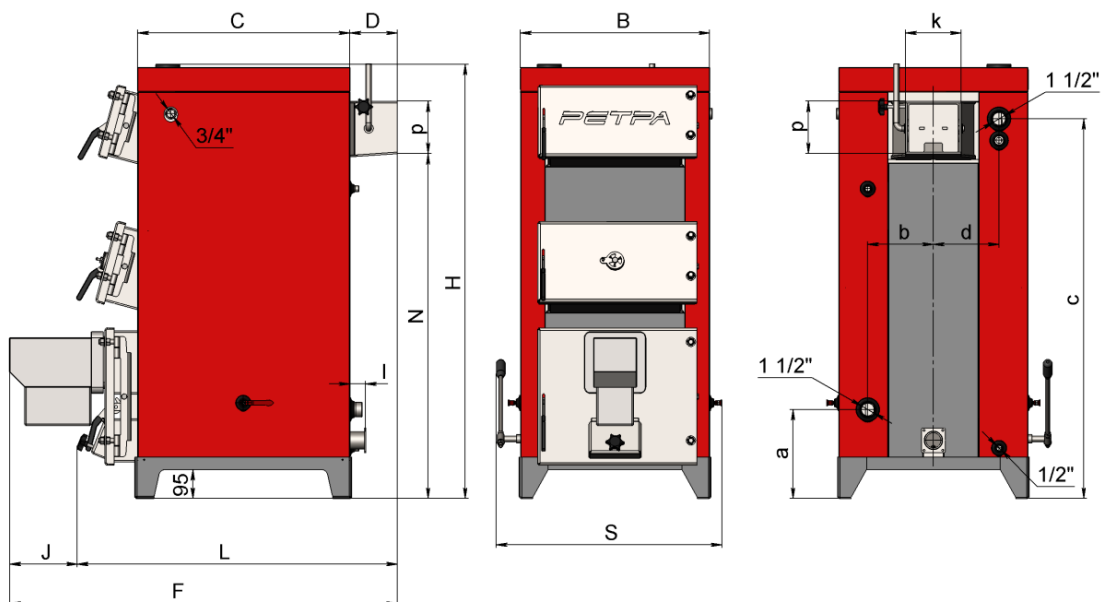

Рис.2. Габаритные и присоединительные размеры котлов модельного ряда «Петра-5М KOMFORT»
Габаритные и присоединительные размеры котлов модельного ряда «Петра-5М KOMFORT» приведенные на Рис.2 и таблице 4.
4.2 Строение котла (Рис.2)
4.3 Принцип работы (см. Рис.2). Вода из системы теплоснабжения поступает в котел через патрубок поворота "18", растекается по внутренним пустотам теплообменника и, через его металлические стенки, отбирает тепло от топлива, которое сгорает (контактным и радиационным образом) в топке и газообразных продуктов сгорания (конвективным образом в остальных частях теплообменника). Нагретая вода через патрубок подачи 16 поступает в систему теплоснабжения.